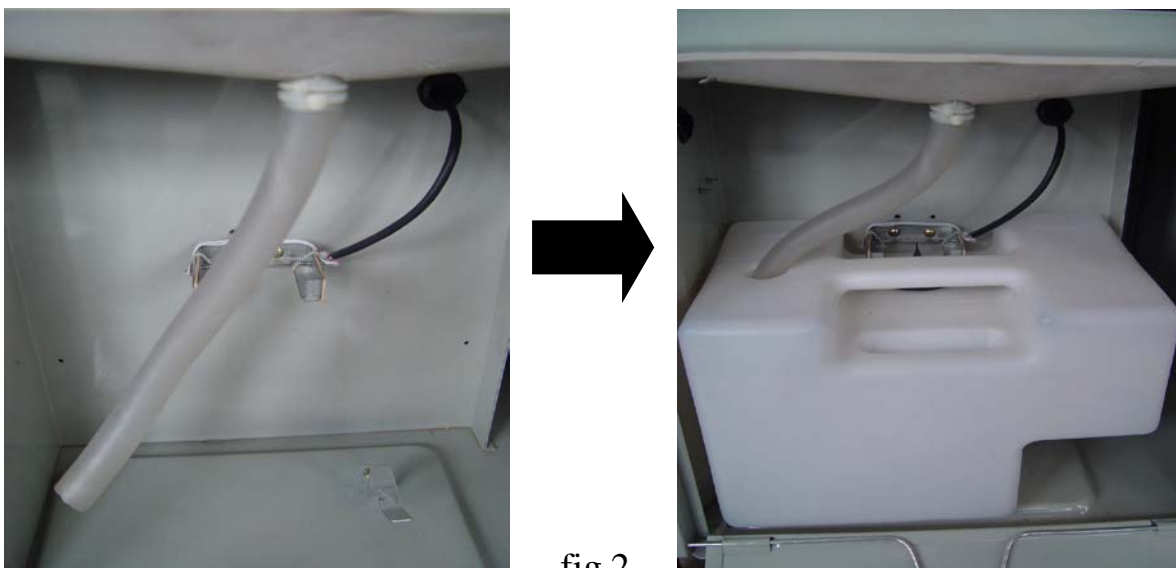

fig 2
2) collegando un tubo in plastica di diametro interno 14 mm (da installare a cura del cliente) al portagomma posto nel vano di scarico (fig.2); Porre particolare attenzione a non alzare il tubo di plastica oltre il livello di scarico del deumidificatore (H max = 30 cm circa) per evitare la fuoriuscita di acqua e l'allagamento della macchina